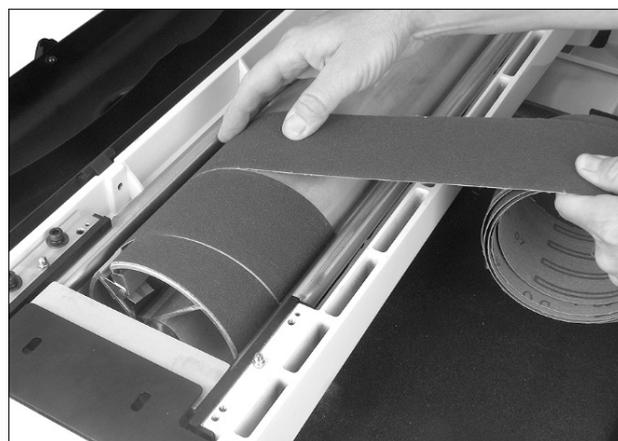

Рис. 6-8
4. Продолжайте наматывать ленту по спирали, одной рукой вращая барабан, а другой направляя ленту. См. Рис. 6-8.